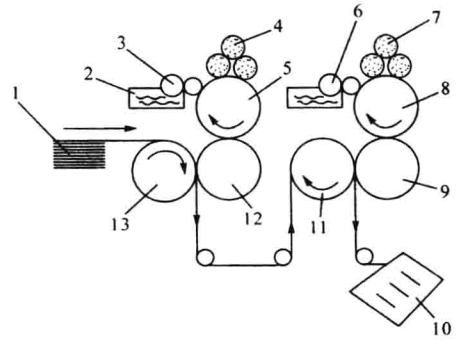

图 1-1 平版印刷示意图
(1) 平版印刷 印版的图文部分和非图文部分几乎处于同一平面的印刷方式。平版印刷是利用油、水不相溶的自然规律，平印版上图文部分和非图文部分几乎处于同一平面，通过化学处理使图文部分具有亲油性，空白部分具有亲水性。如图 1-1 所示，印刷时，先用润湿液润湿印版的非图文部分，使其形成有一定厚度的均匀抗拒油墨浸润的水膜；然后再用油墨润湿印版的图文部分，使其形成有一定厚度的均匀墨膜；在印刷压力的作用下，印版将图文油墨先压印到橡皮滚筒上，然后经橡皮滚筒将图文油墨转印到承印物上。